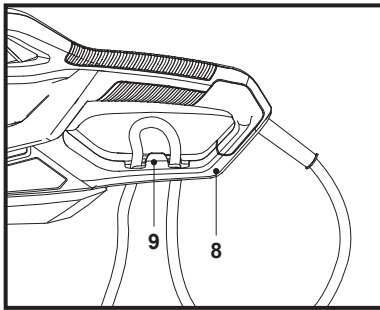

Fig. 2a
1. Doble hacia atrás el alargador a unos 30 cm del extremo e introduzca la parte doblada a través del orificio del protector trasero (8) (Fig. 2a).